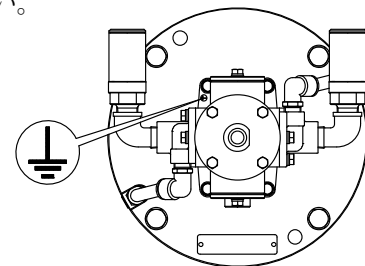

Fig.4 アース設置箇所
- 1) ポンプを設置するときには必ず指定箇所からアースを接続してください。（Fig.4）